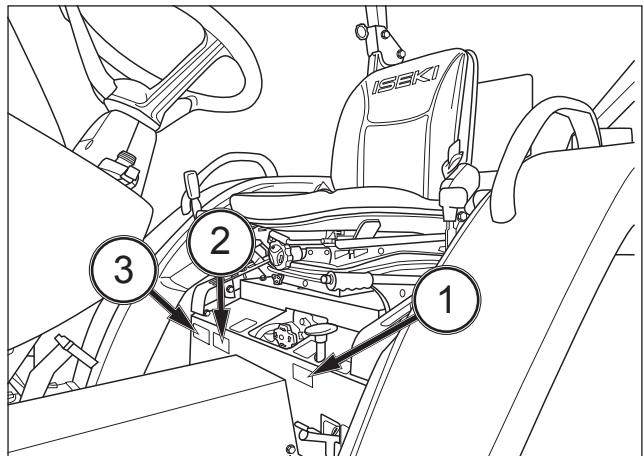

FIG. 27
FIG. 27 et 28 : plaque d'identification (2) du tracteur située sous le siège du conducteur. La plaque d'identification indique le type de tracteur, le modèle, l'année et le mois de production, ainsi que le numéro de série.
FIG. 27 et 29 : la plaque d'identification (3) contient le numéro de modèle du moteur, ainsi que son numéro de série.